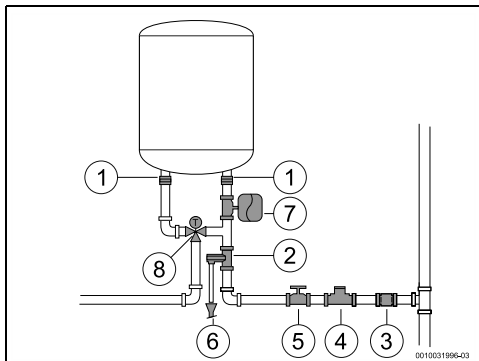

Fig. 13 Collegamento acqua
- ▶ installare una valvola riduttore di pressione (Fig. 13, [4]). La valvola di sicurezza è sempre attiva quando la pressione dell'acqua nello scaldacqua elettrico supera gli ($\pm 0,5$ bar), e l'acqua di uscita CS deve essere quindi convogliata.
- ▶ installare un vaso d'espansione (Fig. 13, [7]) per arrestare l'apertura frequente della valvola by-pass. Il volume del vaso d'espansione deve essere equivalente a 5% del volume dell'apparecchio.